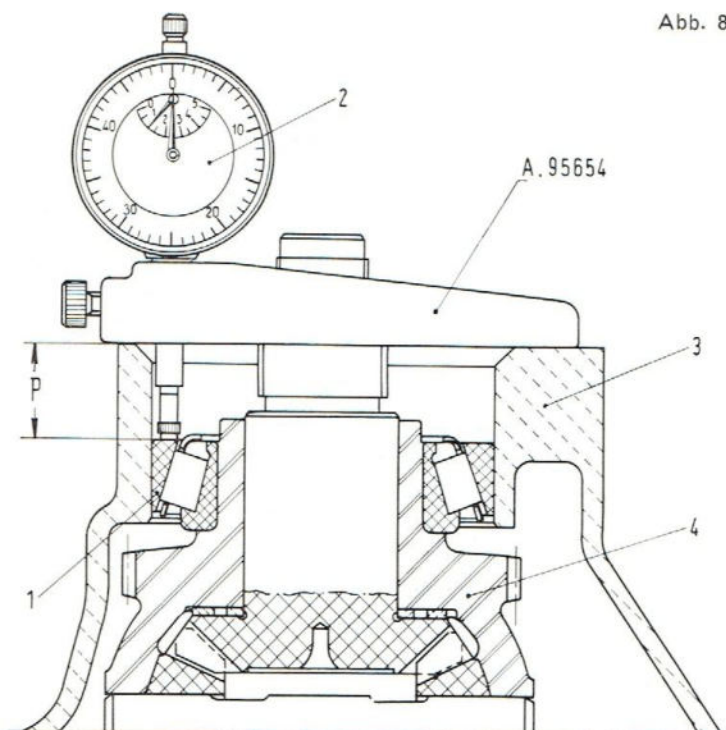
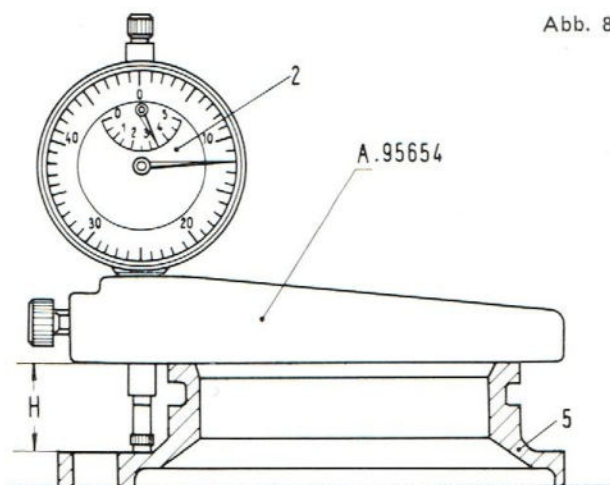

Abb. 83
Abb. 84
Diese Vorspannung wird erreicht durch Dazwischenlegen von Stellringen zwischen äusserem Lagerring (1, Abb. 83) und Deckel (5, Abb. 84). Die erforderliche Stärke dieser Ringe ist wie folgt zu bestimmen:
— Werkzeug A. 95654 mit Messuhr mit 1/100-Teilung auf den Sitz für den Halte-Deckel aufstellen und Messuhrfühler in Berührung mit dem äusseren Lagerring (1) bringen; dann Messuhr auf Null einstellen (Abb. 84);
— bei wie oben auf Null eingestellter Messuhr wird das Werkzeug A. 95654 auf den Halte-Deckel aufgesetzt (wie Abb. 84 zeigt), und zwar derart, dass der Messuhrfühler die Auflagefläche des Deckels berührt. Der jetzt von der Messuhr an-
Abb. 83 u. 84. - Schematische Darstellung des Messverfahrens zur Ermittlung der Stärke der Einstellringe für die Differentiallager mit dem Werkzeug A. 95654.